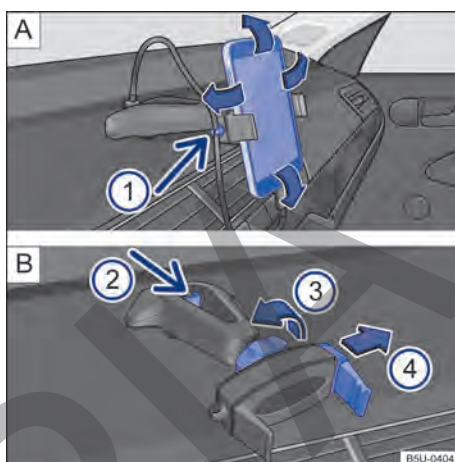

Fig. 192 En la consola central: soporte para smartphone y ajustes.
- Sujetar el soporte con una mano y presionar la tecla de desbloqueo → fig. 192 [B] ② (flecha).
- Con la varilla → fig. 192 [B] ④ mover en la dirección de la flecha e instalar el smartphone en el alojamiento.
- Con la otra mano mover la varilla → fig. 192 [B] ④ hasta que se pueda retirar el aparato del alojamiento.
- Colocar el cable USB en la entrada cargador USB del soporte existente en el tablero de instrumentos → fig. 192 [A].
- Sujetar el cable en el soporte → fig. 192 [A] ①.
- Para liberar el movimiento del soporte, girar la traba → fig. 192 [B] ③ en la dirección opuesta de la flecha.
- Para fijar la posición, girar la traba en el sentido de la flecha ③ → fig. 192 [B] hasta la fijación completa del soporte.
El soporte para smartphone tiene una garantía de 3 años, con excepción de la varilla deslizante (garra) → fig. 192   que tiene garantía de 1 año.